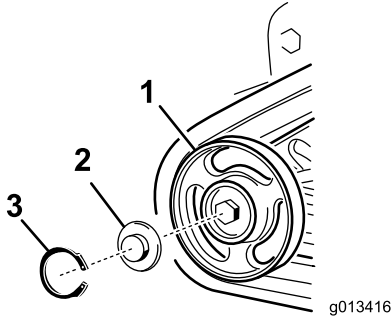

Figure 63
4. Déposez le circlip et le chapeau d'un galet de roulement (Figure 63).
5. Vérifiez la graisse sous le chapeau et autour du joint (Figure 63). Si elle est encrassée, granuleuse ou en quantité insuffisante, enlevez toute la graisse, remplacez le joint et ajoutez de la graisse neuve.
7. Placez le chapeau de galet de roulement sur la tête du boulon (Figure 63).
8. Fixez le chapeau avec le circlip (Figure 63).